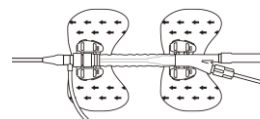

図 7. IABP 固定具使用による固定
- (9) シースキャップについての翼部および分岐部についての翼部に患者に縫合または IABP 固定具を用いて固定する。(図 7 参照) *